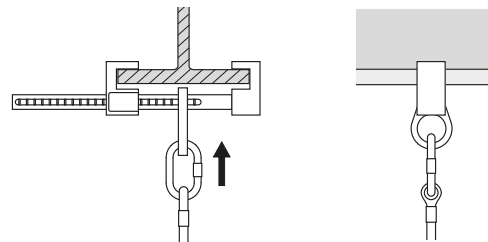

Рис. 6
4. Присоедините к устройству соединительно-амортизирующую подсистему с помощью карабина (рис. 6).